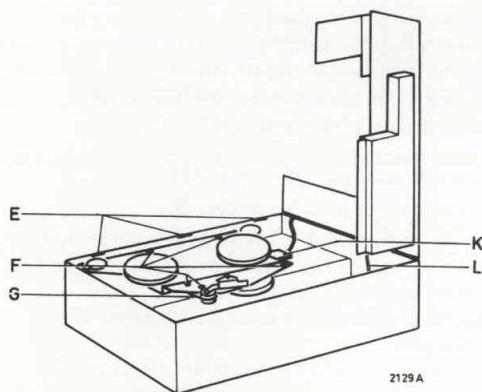

Fig. 4
- Nadat de drie schroeven D (let vooral op de schroef in de rechterbovenkant). verwijderd zijn, kan het complete versterkerpaneel een weinig opgetild worden en omgeklapt naar rechts. Rechts onder in de kast bevindt zich een haak L. Deze kan in het gat onder de stekerbuisstrip gedaan worden, waardoor het versterkerpaneel vertikaal blijft staan (zie fig. 4). Het apparaat kan nu nog normaal werken. Als het paneel uit de kast verwijderd moet worden, neemt men stekker K en de opsteekverbindingen rechts boven in de kast en op de achterzijde van de indikator los.